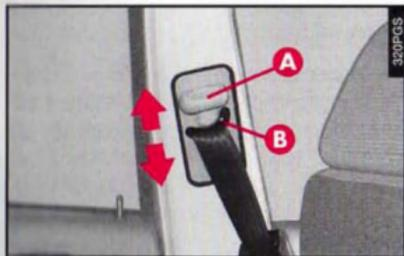

fig. 29
Régler le hauteur des ceintures avant en agissant sur la poignée (A-fig. 29) et en déplaçant l'anneau oscillant (B) vers le haut ou vers le bas, jusqu'à l'ancrer dans l'une des positions prévues.